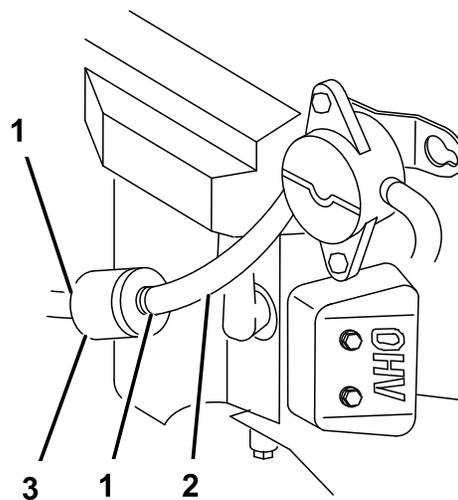

Рисунок 39
- Сожмите концы хомутов шланга и отодвиньте их от фильтра (Рисунок 39).